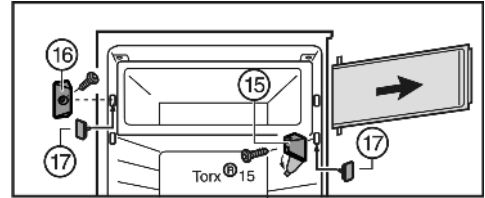

Fig. 7
- ▶ A fedelet billentse el a csapágybakról Fig. 7 (15).
- ▶ Csavarozza le a csapágybakot Fig. 7 (15) a rekeszajtóval együtt.
- ▶ Csavarozza le a záródarabot Fig. 7 (16).
- ▶ A megüresedett lyukakat zárja le a tartozék dugókkal Fig. 7 (17).